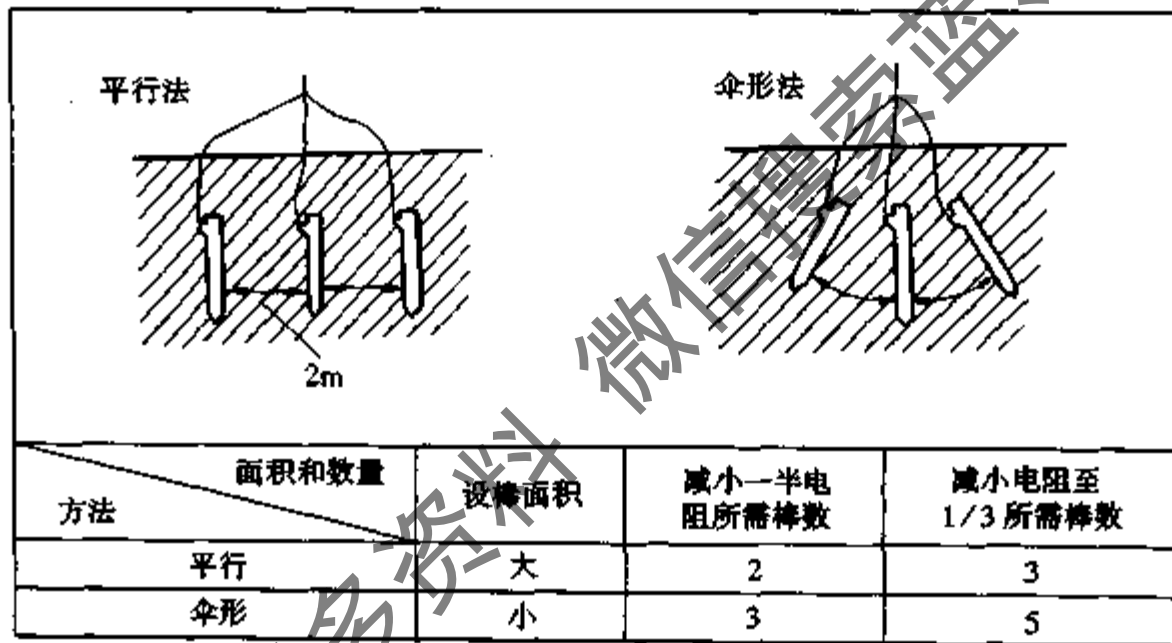

图 3-32
(3) 如接地电阻大于 4Ω ,可设置更多的接地棒,设置多个接地棒有平行和伞形两种方法,如图 3-32 所示。